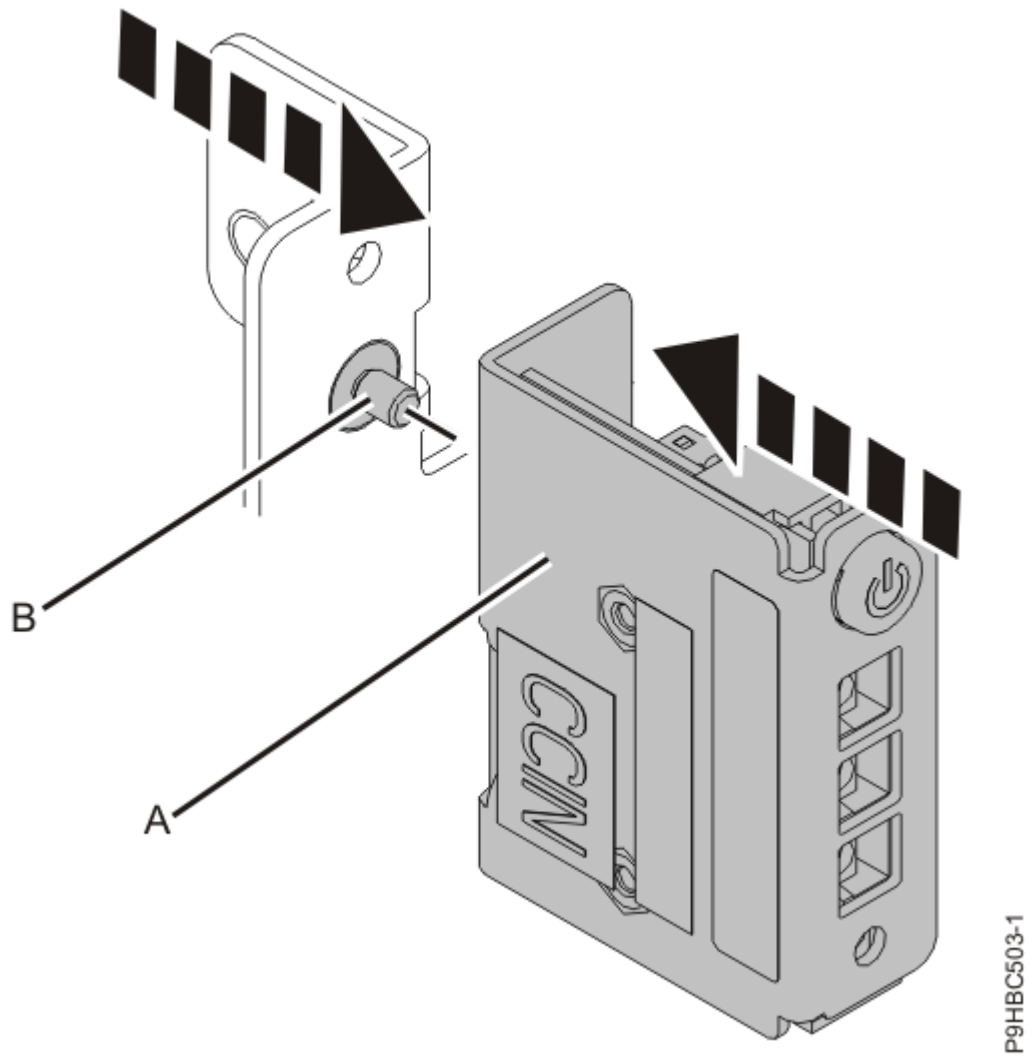

Abbildung 40. Steuerkonsole an der Halterung anbauen
5. Befestigen Sie die Steuerkonsole **(A)** mit der Schraube **(B)** an der Halterung (siehe Abbildung 40 auf Seite 44).